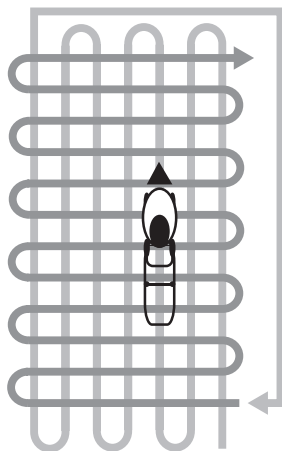

Рис. 18 Схема скашивания высокой и/или загущенной травы
5. При скашивании в тяжелых условиях (п. 3,4) рекомендуется двигаться медленнее или проводить повторный покос с меньшей высотой скашивания. На Рис. 18 представлена схема движения газонокосилки при скашивании высокой и/или загущенной травы.